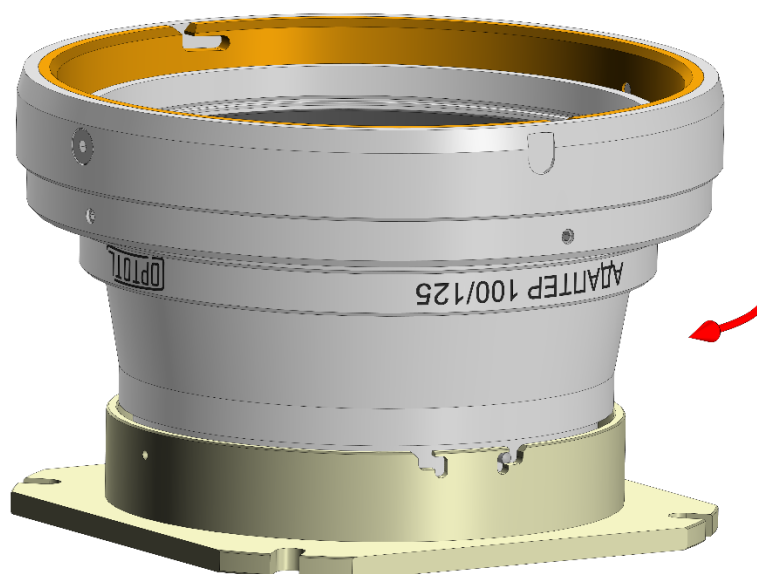

Рисунок 5. Установка адаптера
2. Адаптер устанавливается в устройство (Рис. 5) и разворачивается до упора по часовой стрелке. Фиксация от проворота произойдет автоматически путем смещения объектива вниз.